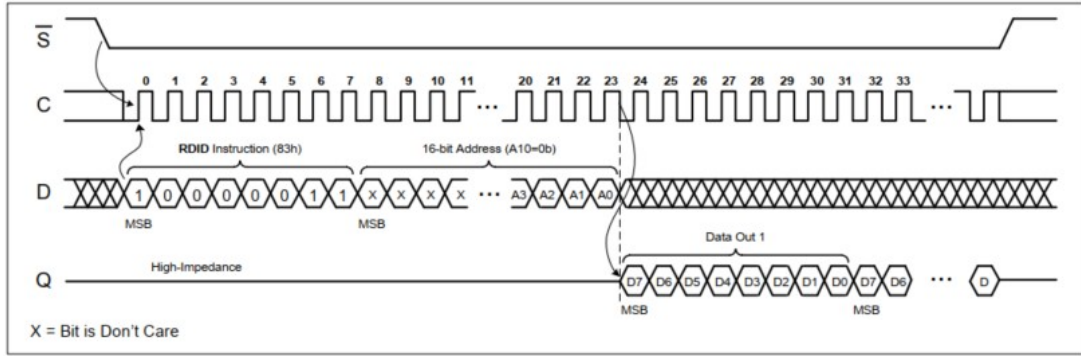

图 4-9 读取标识页
通过读取标识页 (RDID) 指令读取标识页。芯片选择信号首先被驱动为低电平；然后，指令字节 (83h) 和地址字节的位在串行数据输入 (D) 上移入。地址位 A10 必须为“0”。其他高位地址位不重要，低位地址位 A5:A0 定义标识页内的字节位置。该地址的数据字节在串行数据输出 (Q) 时移出。如果芯片选择继续处于低位，内部地址计数器将自动递增，新地址的数据字节将移出（见图 4-9）。当到达 ID 页的末尾时，地址计数器将滚动到 ID 页的开头，允许继续读取循环。